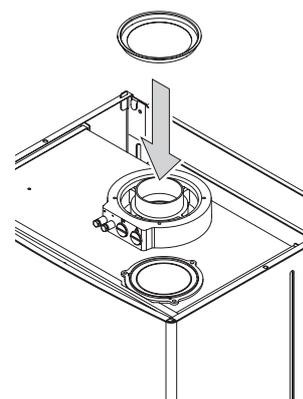

Fig. 5/a
2.7.2 Diafragma conducto coaxial ø 60/100 (fig. 5/a)